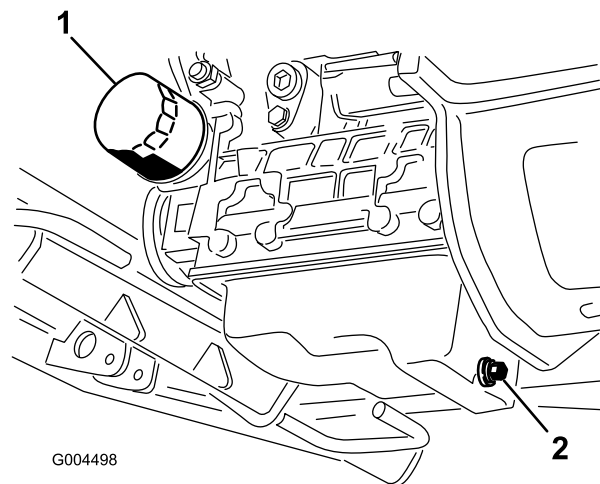

Figure 46
3. Placez un bac de vidange sous le carter en face du bouchon de vidange (Figure 46).
6. Retirez et remplacez le filtre à huile (Figure 46).